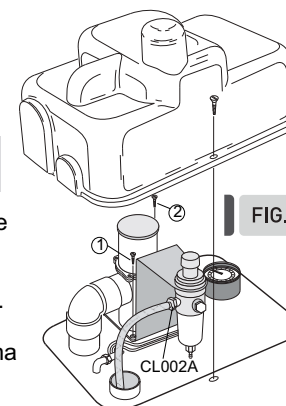

FIG. 6B
(D) Aire comprimido: Utilizar un tubo de poliamida de 8 mm de diámetro interior o un tubo PVC con refuerzo de fibras para más de 100 lb de presión por pulg.² (solyon) de 8 mm de diámetro interior. Se colocará dentro de un caño de PVC rígido de 40 mm de diámetro hasta el compresor, emergerá del piso en la ubicación que muestra la figura 2 y sobresaldrá 20 a 30 cm sobre el nivel del piso. Si el compresor se encuentra a más de 8 a 10 m de la Unidad Dental, se deberá optar por **Opción A:** aumentar el diámetro del tubo para que no haya caída de presión. **Opción B:** colocar válvula reductora con manómetro en la zona de las conexiones. Nardi & Herrero la puede proveer con una cubierta cubre conexiones más larga y alta, similar a la que colocamos cuando se opta por colocar un aspirador de alto caudal (ver fig. 6B). La Unidad Súper Insular trae de norma esta cobertura más larga y alta.
1- Conectar el codo del desagüe con el sifón como muestra la Fig 6B. **NO CEMENTAR.** 2- Marcar en el piso los sitios donde se realizarán los agujeros de anclaje. 3- Retirar el sifón, agujerear el piso con una mecha de vidia de 6 mm e introducir los tarugos que adjuntamos. 4- Colocar nuevamente el sifón, conectar el desagüe (aconsejamos no cementar estas piezas, colocar selladores del tipo elástico que permiten desconectar las piezas). Atornillar usando los dos tornillos que adjuntamos. Los aspiradores descargan por esta misma cañería.